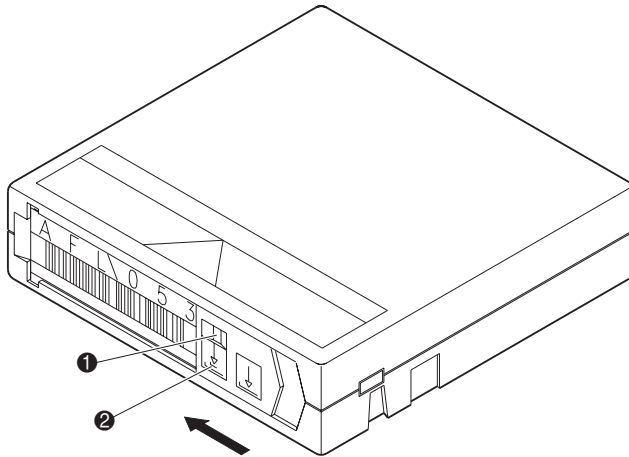

Abbildung 2-8: Den Schreibschutz von DLT-Bandkassetten aktivieren
Um die Bandkassette vor Überschreiben zu schützen, schieben Sie den Schalter nach links (② Abbildung 2-8). Wenn die Bandkassette auch beschrieben werden soll, belassen Sie den Schalter in der Standardposition (rechts). Wenn die Bandkassette schreibgeschützt ist, ist ein orangefarbenes Feld oberhalb des Schalters sichtbar (① Abbildung 2-8).